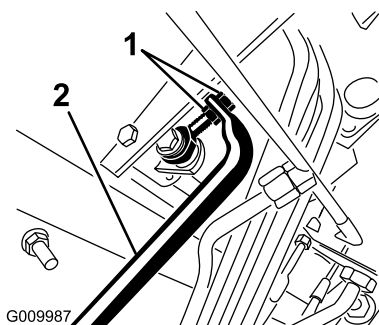

Figure 42
4. Réglez les écrous de blocage à l'extrémité de la tige de la pompe pour avancer le tube de commande et éliminer le déplacement en marche avant ou le reculer et éliminer le déplacement en marche arrière (Figure 42).